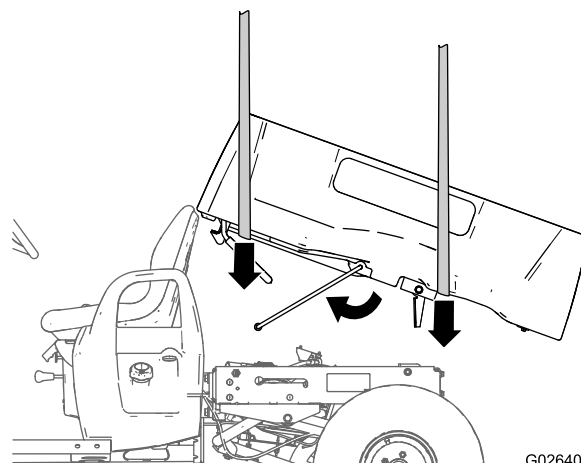
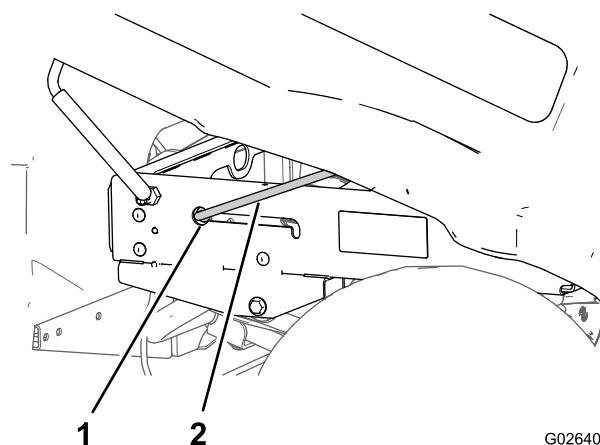

Figura 17
Figura 18
2. Usando equipos de izado en la parte delantera y trasera de la caja de carga, eleve la caja y alinéela sobre el bastidor de la máquina con el conjunto de soportes de giro hacia atrás (Figura 17)
4. Ajuste la altura y la posición de los equipos de izado hasta que el extremo corto de la varilla de sujeción quede alineado con el orificio en forma de bocallave del extremo de la ranura de la varilla de sujeción, en el perfil izquierdo del bastidor o el soporte de la varilla de sujeción (Figura 17).
5. Gire la varilla de sujeción hacia adelante, e inserte el extremo corto de la varilla a través del orificio en forma de bocallave (Figura 17 y Figura 18).
6. Mueva la caja de carga y la varilla de sujeción hacia atrás hasta que el conjunto de los soportes de giro esté alineado con el perfil trasero del bastidor (Figura 18).